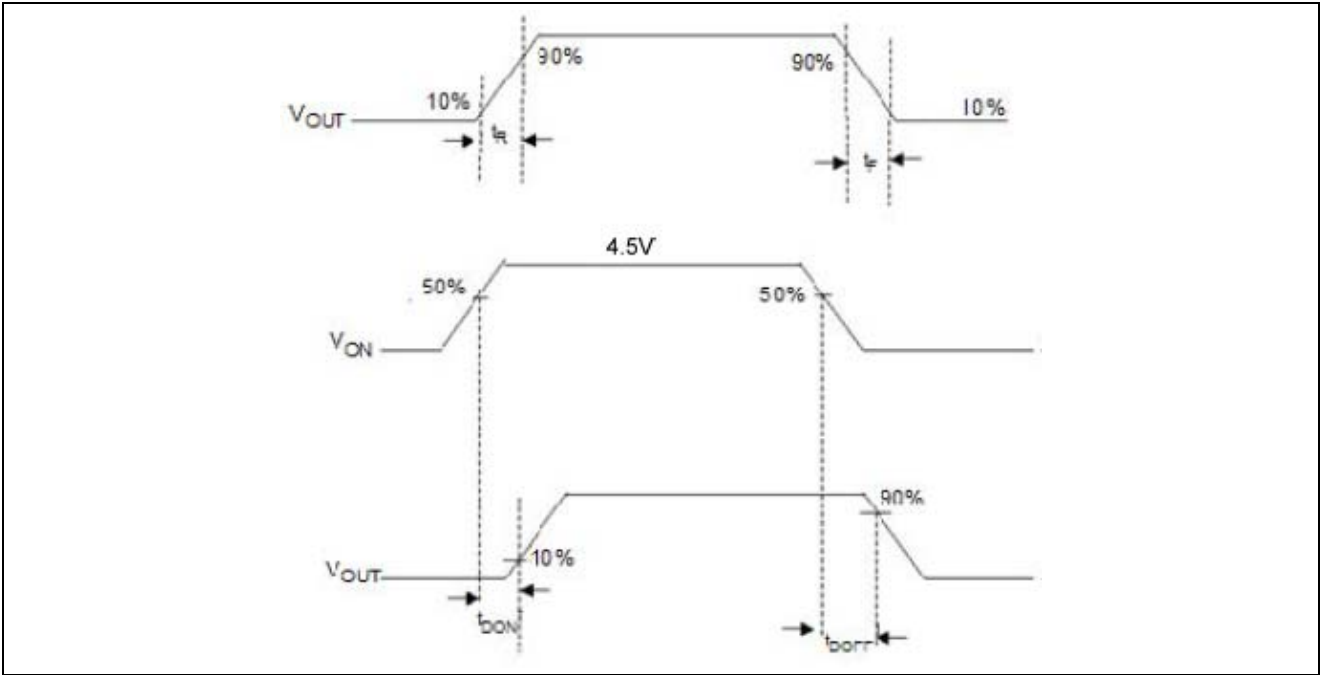

图 3
- 2. $t_{ON}/t_{OFF}/t_R/t_F$ 由图 3 定义